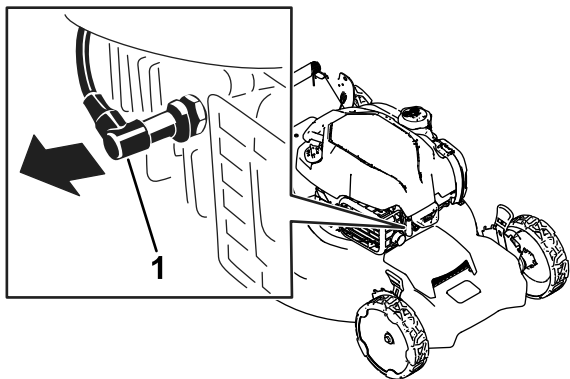

Рисунок 22
2. Отсоедините провод от свечи зажигания (Рисунок 22).